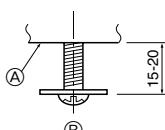
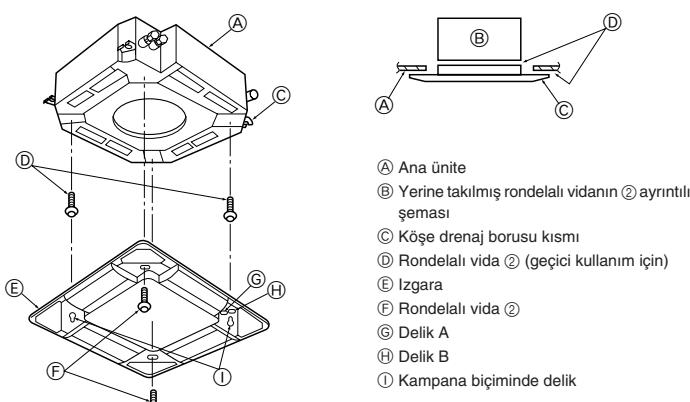

Fig. 5-5
Fig. 5-6
5.4.1. Montaj hazırlıkları (Fig. 5-5)
- Birlikte verilen rondelalı vidası ② şemada görüldüğü biçimde ana ünitede (köşe drenaj borusu kısmına ve karşı köşeye) takın.
5.4.2. Izgaranın geçici olarak montajı (Fig. 5-6)